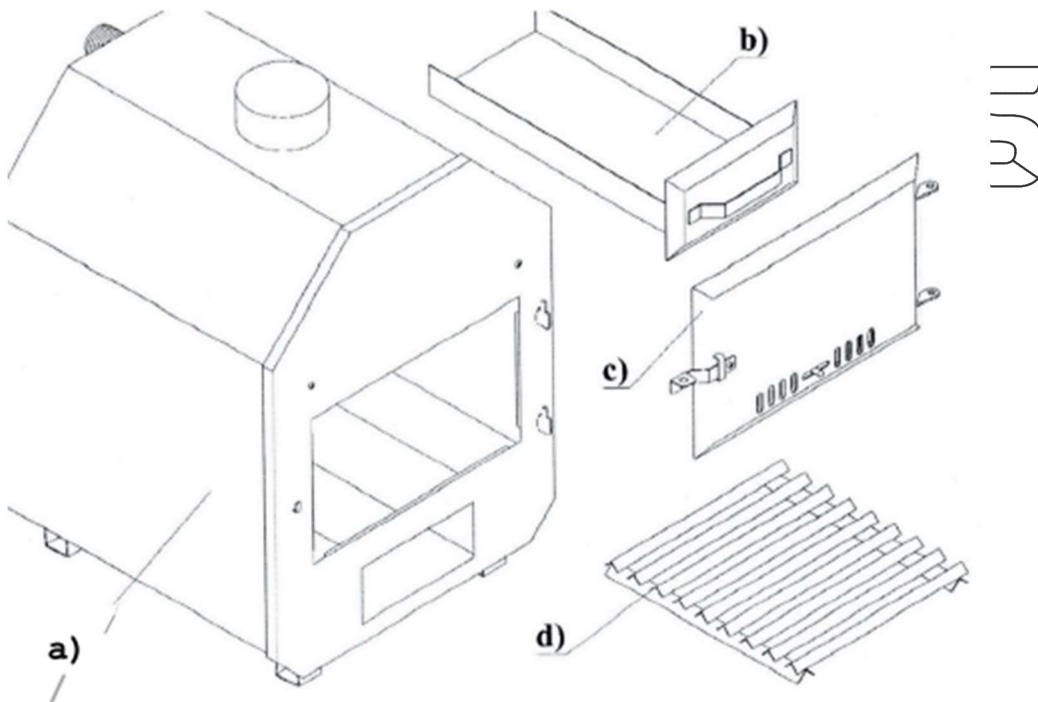

Abbildung 1. Das standardmäßige externe Ofen-Set:
Schritt 1: Bringen Sie den Ofen gem. Abb.1 an
Die Pumpe ist nicht auf dem richtigen Niveau installiert (siehe Abb. 1), überprüfen Sie die Installation. Stellen Sie sicher, dass der Wasserstand gem. Vorgabe ist. Überprüfen Sie die Luftzufuhr. Start und Stopp - Halten Sie die Pumpe 10 Sekunden lang gedrückt, tun Sie dies 5 Mal, um die Luft zu entfernen. Wenn Pumpen nicht starten, rufen Sie einen Techniker.